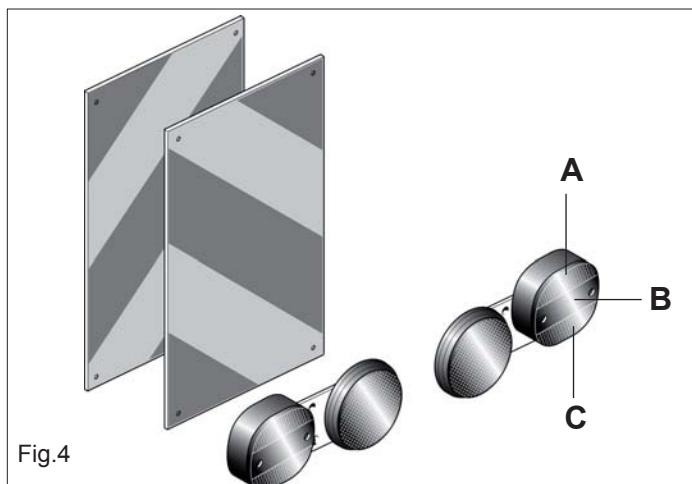

Fig.4
- 9) Si las dimensiones de los aparatos cargados o semi- cargados no permiten la visibilidad de los dispositivos de indicación e iluminación de la motriz, dichos dispositivos deberán ser instalados adecuadamente sobre los aparatos en sí, ateniéndose a las normas del código del tránsito vigente en el País. Asegurarse, mientras viene utilizado, que la instalación de las luces se encuentre perfectamente en función. Se recuerda, además que la correcta secuencia de las indicaciones de los faros prevé (Fig.4):